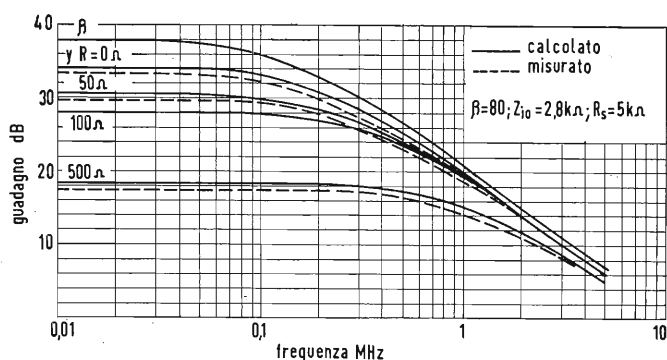

Fig. 13 - Guadagno in funzione della frequenza calcolato e misurato con controeazione di corrente.
Le medesime curve sono state calcolate usando le formule (5) e (41). La fig. 13 mostra i due gruppi di curve, che non differiscono fra di loro di più di un dB.